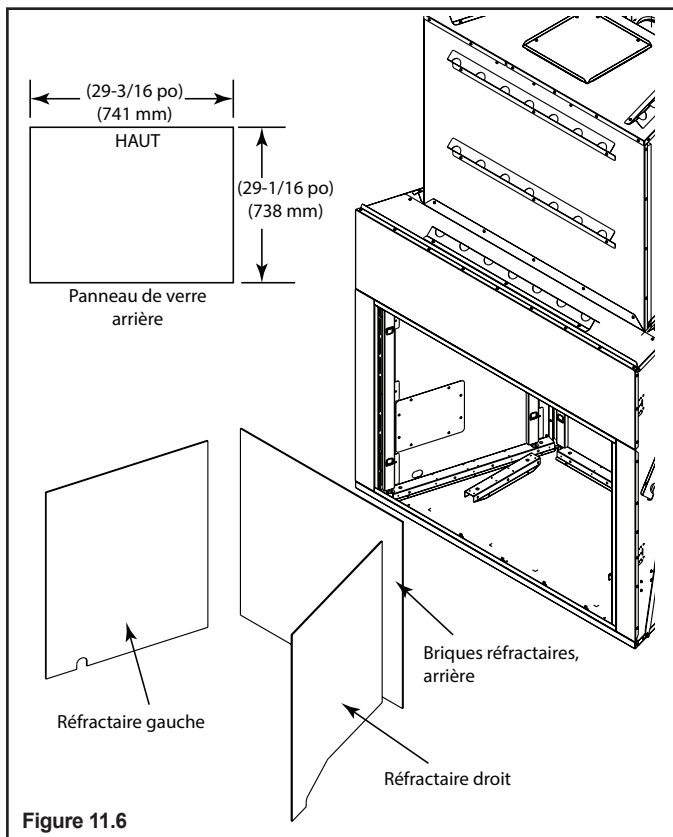

Figure 11.6
- Pliez vers le haut les (2) languettes de fixation inférieures des supports réfractaires de droite, placez la vitre de droite sur les supports de droite, puis pliez vers le bas les (2) languettes de fixation supérieures pour maintenir la vitre en place. Voir les figures 11.6 et 11.7.